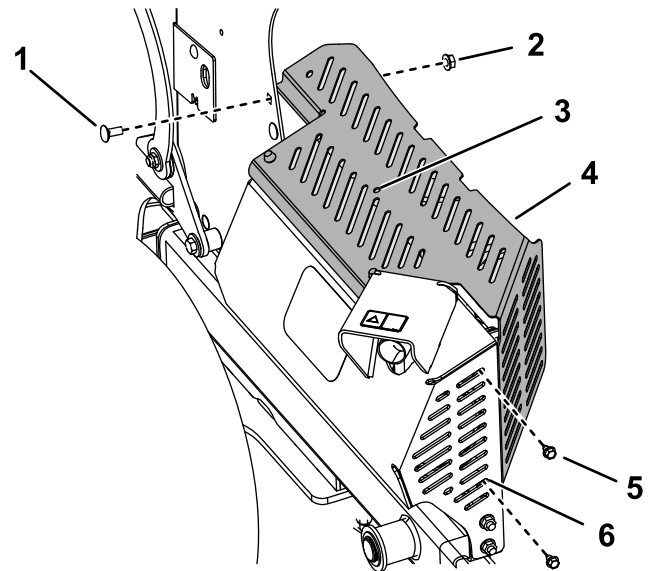

Figura 10
4. Instale **provisionalmente** el protector térmico sobre el protector del silenciador, con las pestañas dentro del protector del silenciador y de la torre de la consola, usando los 2 pernos autorroscantes ($\frac{1}{4}$ " x $\frac{1}{2}$ "), y el perno de cuello cuadrado y la tuerca que retiró anteriormente (Figura 10).
5. Usando el taladro central del protector térmico como guía, perforo un taladro ($7/32$ ") en el protector del silenciador (Figura 10).